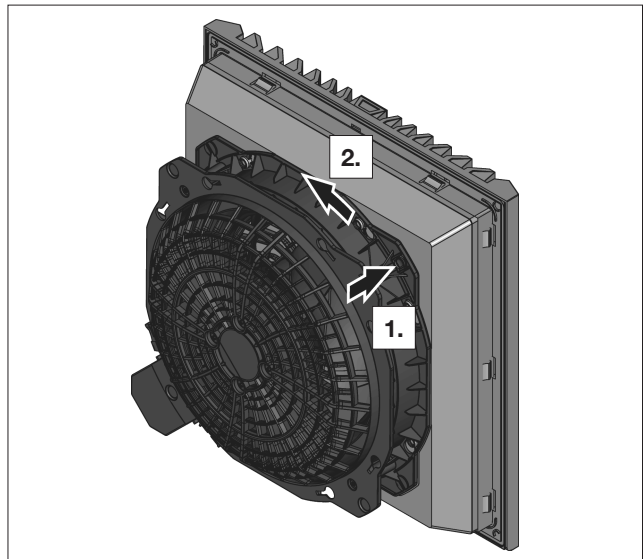

Abb. 15: Entriegelung Bajonett-Verschluss
- Drücken Sie auf der Rückseite des Lüfters den Entriegelungsknopf des Bajonett-Verschlusses (siehe Abb. 15). Dieser befindet sich auf der gegenüberliegenden Ecke zur Anschlussklemme.